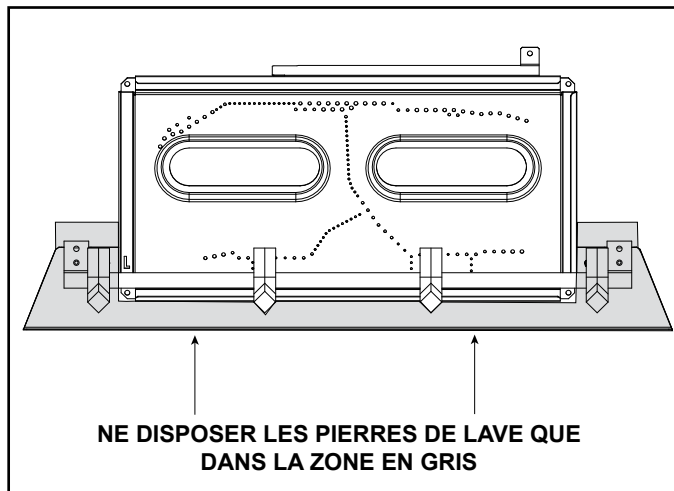

Figure 11.5 Disposition de la pierre de lave
- Placer la pierre de lave sur l'avant et les côtés du brûleur. Voir la figure 11.5.